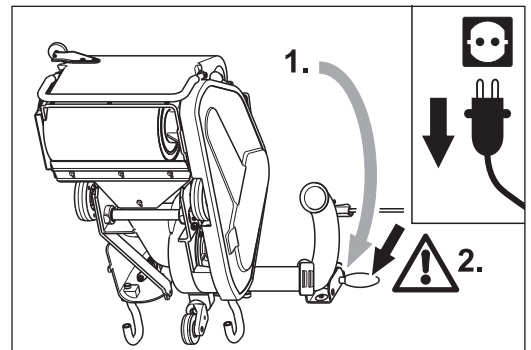

Abb. 43 Die Maschine nach hinten kippen (1.) und vorsichtig auf dem Boden ablegen. **Achten Sie auf einen sicheren Stand der Maschine (2.)!**
- 2 Kippen Sie die Maschine über die Sturzbügel nach hinten, so dass die Radlagerung zu sehen ist (Abb. 43, 1.). Legen Sie die Maschine vorsichtig auf dem Boden ab. **Achten Sie auf einen sicheren Stand der Maschine (Abb. 43, 2.)!**
- 3 Kippen Sie die Maschine über die Sturzbügel nach hinten (Abb. 43, 1.). Legen Sie die Maschine vorsichtig auf dem Boden ab. **Achten Sie auf einen sicheren Stand der Maschine (Abb. 43, 2.)!**